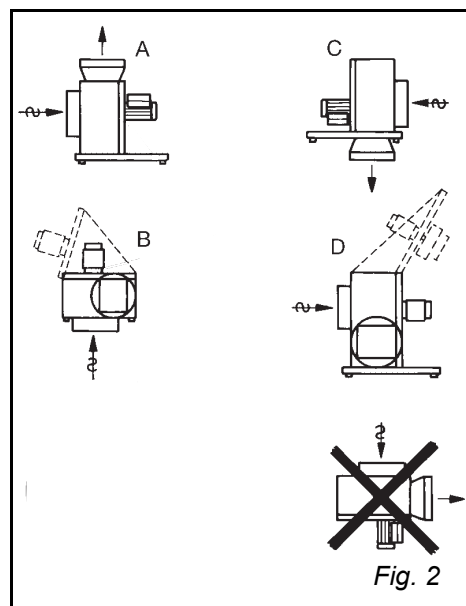
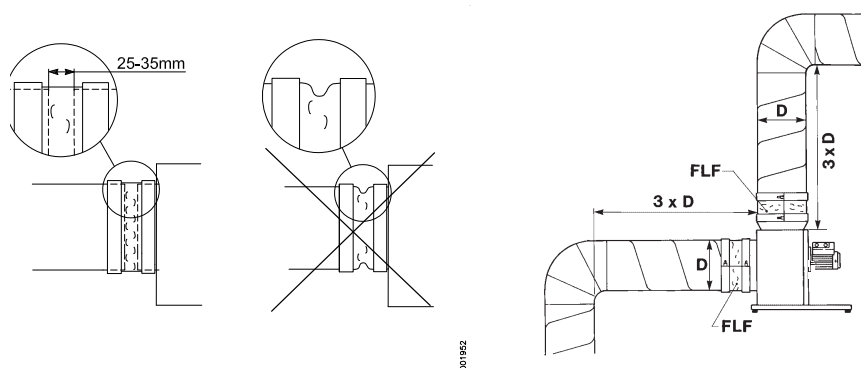

Fig. 2
Fig. 1
Fläkten kan monteras på flera olika sätt inomhus (bild 2).
- **BESB 400 och 500:** När monteringsmetod B (bild 2/4) väljs för BESB 400 och 500, borra hål (Ø16–Ø20) i skåpet för muttrarna på bärskenorna.
Motorn är utrustad med termosäkring. Termosäkringen är seriekopplad med motorns strömkrets från fabriken (elschema i anslutningsboxen bild 1). Om manuell återställning vid termiskt avbrott önskas ska elschema användas, bild 2, där termosäkringen används i styrkretsen till en strömbrytare.